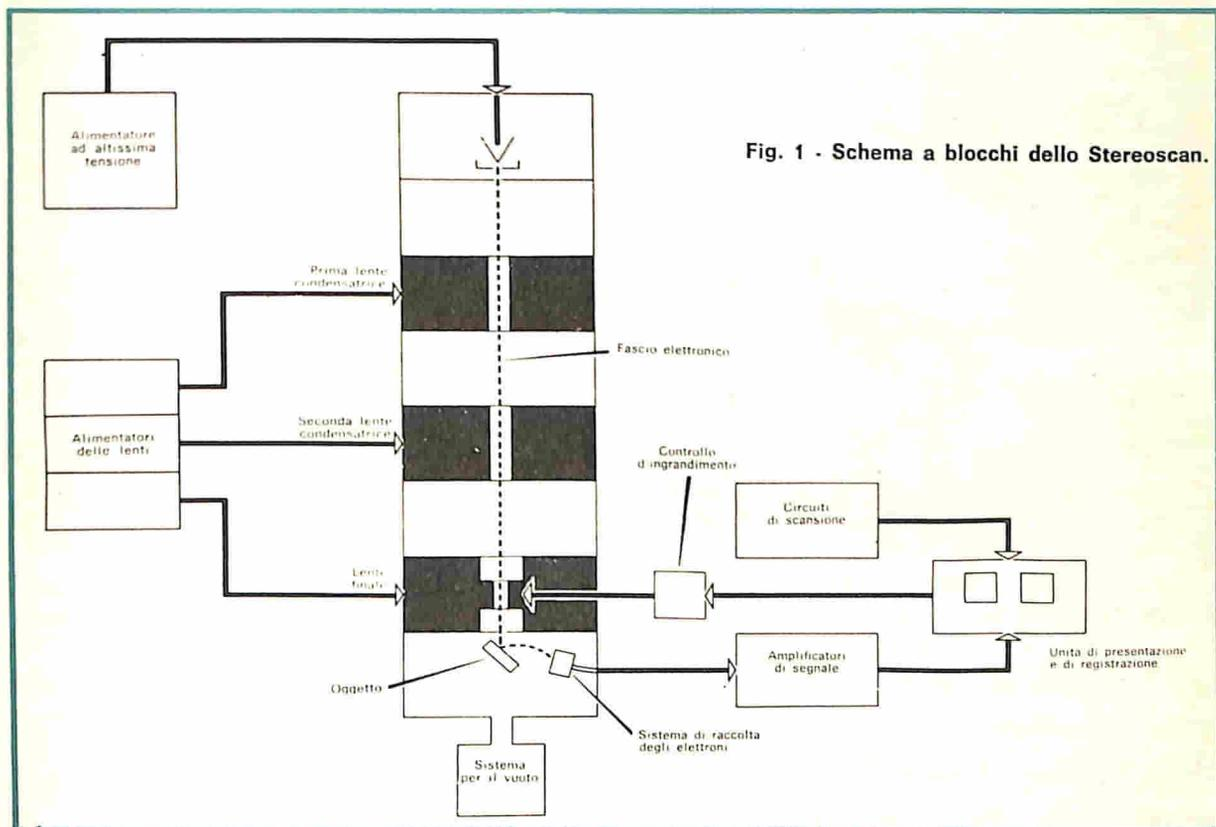

Fig. 1 - Schema a blocchi dello Stereoscan.
**Lo Stereoscan** - Nel frattempo, gli sforzi per migliorare il potere risolutivo del Microscan indussero la Compagnia a collaborare con la facoltà di ingegneria dell'Università, nella quale venivano studiati i microscopi elettronici a scansione; nacque così lo Stereoscan (*fig. 1*). Questo strumento aveva un campo focale circa trecento volte maggiore di qualsiasi altro microscopio precedente, ottico o no, e produceva sensazionali